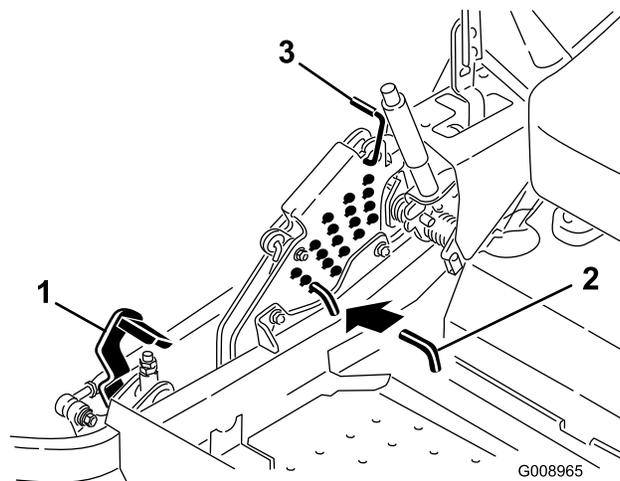

Figura 26
2. Pise el pedal de elevación de la plataforma y eleve la plataforma a la posición de transporte (que es también la posición de altura de corte de 140 mm (5-1/2 pulgadas) (Figura 26).
3. Para ajustar la altura de corte, gire el pasador 90 grados y retire el pasador del soporte de altura de corte (Figura 26).
4. Seleccione el taladro del soporte de altura de corte que corresponde a la altura de corte deseada, e inserte el pasador (Figura 26).